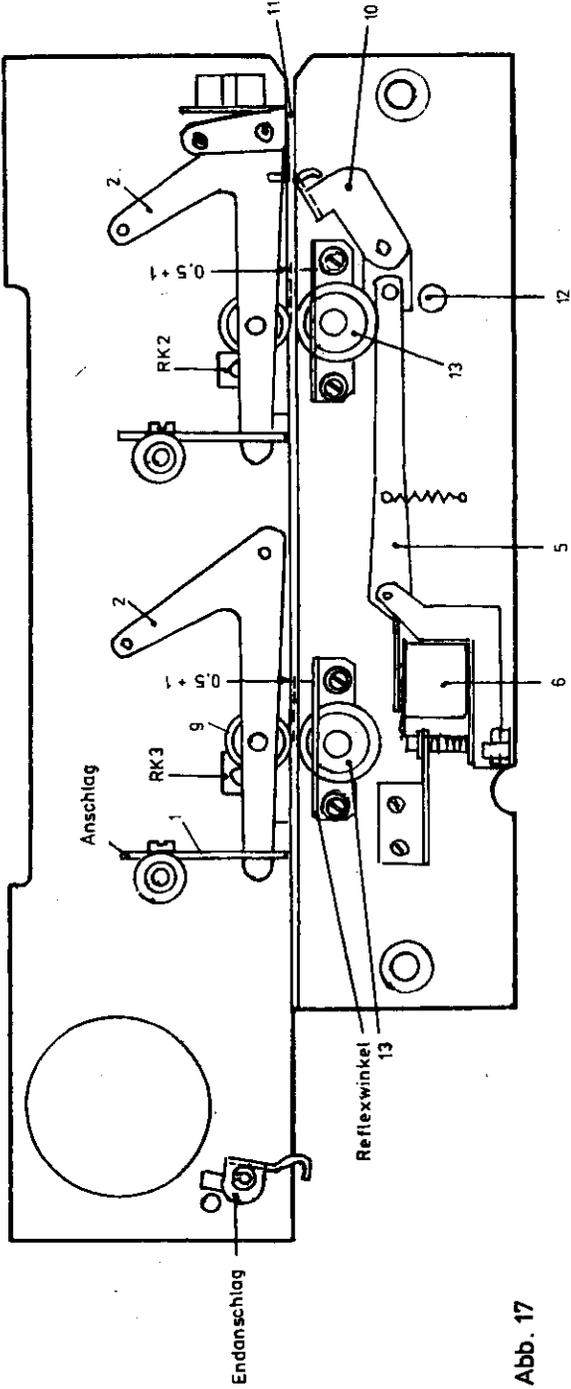

Abb. 17
Der Freigabemagnet hat in Grundstellung zwischen Spule (6) und Anker (5) einen Abstand von $(0,5 + 0,1)$ mm zu haben. Der Sperrsattel (10) muß sicher Kartenbahn (11) sperren. Die Einstellung ist am Exzenter (12) vorzunehmen. (Abb. 17 und 18)
Ohne eingelegter Magnetkarte muß zwischen Andruckrollen der Transportwellen (13) und den Kugellagern (9) der Rollenhebel ein Luftspalt von $(0,5 + 0,1)$ mm vorhanden sein. Die Einstellung erfolgt mit Hilfe der Blattlehre am Einstellblech (1). (Abb. 17)
Für die Kontrolle wird eine Magnetkarte unter dem Kopf bewegt und die Vorschubkraft mit einer Federwaage gemessen. Die Karte wird mit der Federwaage festgehalten und das Riemenrad von Hand weitergedreht. Es sind Werte von 500 p zulässig. (Abb. 17)
Die Führungsbahn wird mit einer Magnetkarte kontrolliert. Die Karte wird durch Drehen des Riemenrades von Hand über die gesamte Länge der Führungsbahn bewegt und durch Sichtkontrolle der einwandfreie Lauf der Karte bewertet. (Abb. 17)